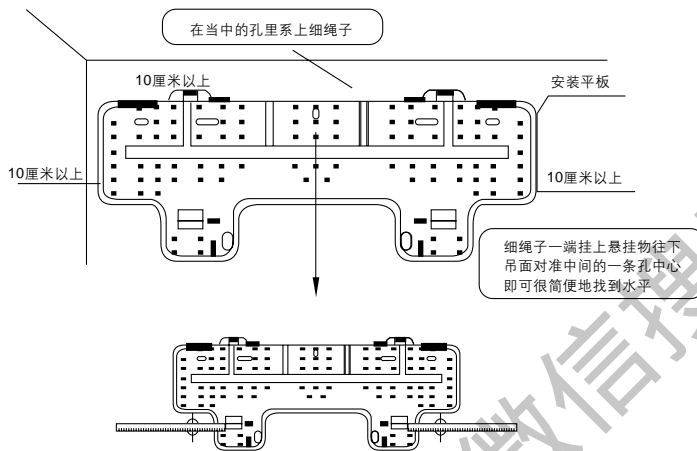

图3a
- 室内机组安装时，上面、左面和右面均应留有10cm以上的间隙。（见图3a）